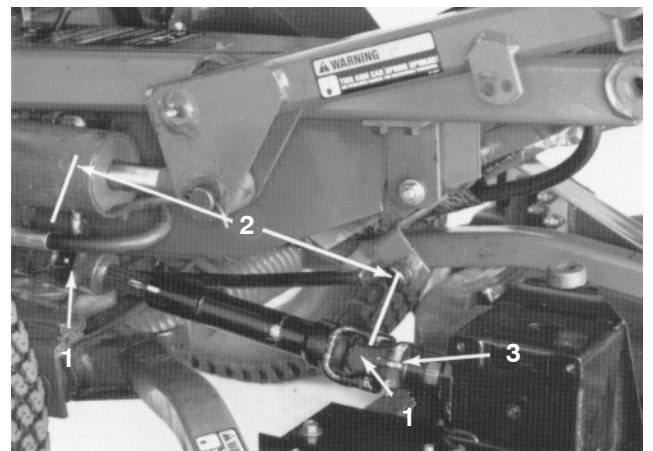

Bild 18
3. Treiben Sie den Rollstift raus, mit dem das Antriebswellenjoch an der Eingangswelle am Getriebe befestigt ist (Bild 18). Lockern Sie die Kopfschrauben und Sicherungsmuttern und schieben Sie das Joch von der Eingangswelle. Wenn Sie die Zugmaschine ohne Mähwerk einsetzen, treiben Sie den Rollstift aus dem Joch an der Zapfwelle der Zugmaschine und nehmen Sie die ganze Antriebswelle von der Zugmaschine ab.